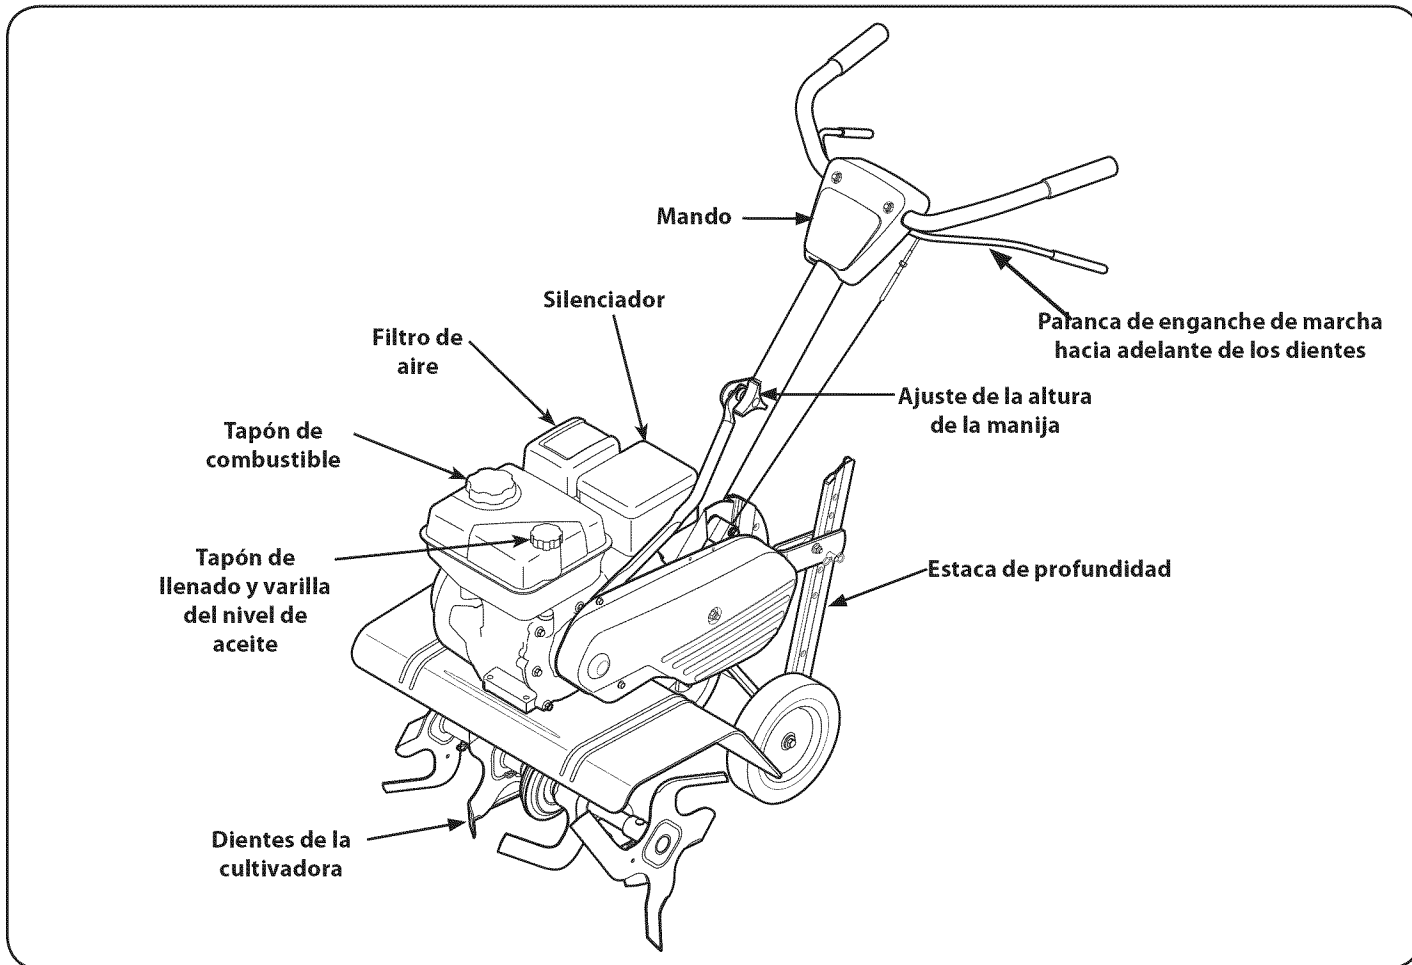

Figura 10
8. Ajuste el cable del embrague de marcha adelante, aflojando la tuerca hexagonal. Véase la Figura 10.
9. A su vez la sección de cable de cuello una o dos vueltas para aumentar o disminuir la tensión en el cable. Véase la Figura 10.
10. Vuelva a apretar la tuerca de seguridad contra el cuello de cable. Véase la Figura 10.
El filtro de aire es un dispositivo de la toma de aire del motor que impide la entrada de polvo y suciedad en el motor. Vea la Figura 10.
El escape del motor sale del motor a través del silenciador. Vea la Figura 10.
La estaca de profundidad controla la profundidad de la labranza. Vea la Figura 10.
Los dientes se utilizan para cultivar, surcar y preparar su jardín para la siembra. Vea la Figura 10.
Es posible controlar el nivel de aceite del motor, así como también agregar aceite, a través del llenado de aceite. Vea la Figura 10.
La palanca de enganche de marcha hacia adelante de los dientes controla el enganche de los dientes. Suelte la palanca para detener los dientes. Vea la Figura 10.
La altura de las manijas se puede ajustar. Afloje la perilla para cambiar la posición. Ajuste los elementos de ferretería cuando haya terminado. Vea la Figura 10.